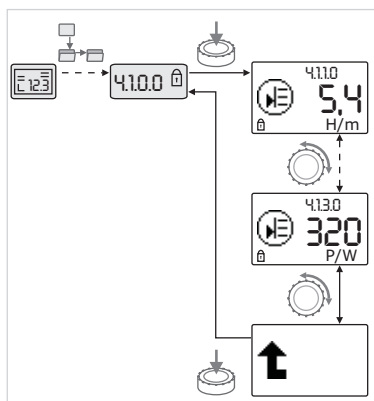

Fig. 46: Informacijos iškvietimas
- Sukant valdymo mygtuką, valdomi esamo submeniu „Informacija“ tipo meniu elementai (žr. Fig. 46). Simboliais vaizduojamų nuostatų paaiškinimą žr. lentelėje skyriuje 8.7 „Ataskaitos meniu elementai“ 36 p..